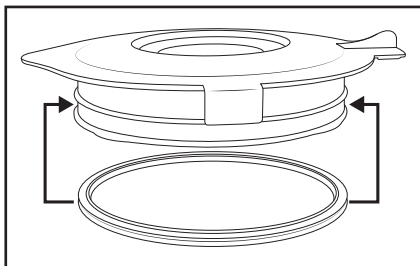

Bild 3
- Rengör bara mixerbehållaren ③ med en långskaftad diskborste så att du inte skadar dig på kniven ④.
- Diska doseringskoppen ① och locket ② i vatten och mildt diskmedel. Gummitätningen ⑨ kan tas av och rengöras för hand. Kontrollera om gummitätningen ⑨ sitter som den ska innan du sätter på locket ② igen (bild 3).